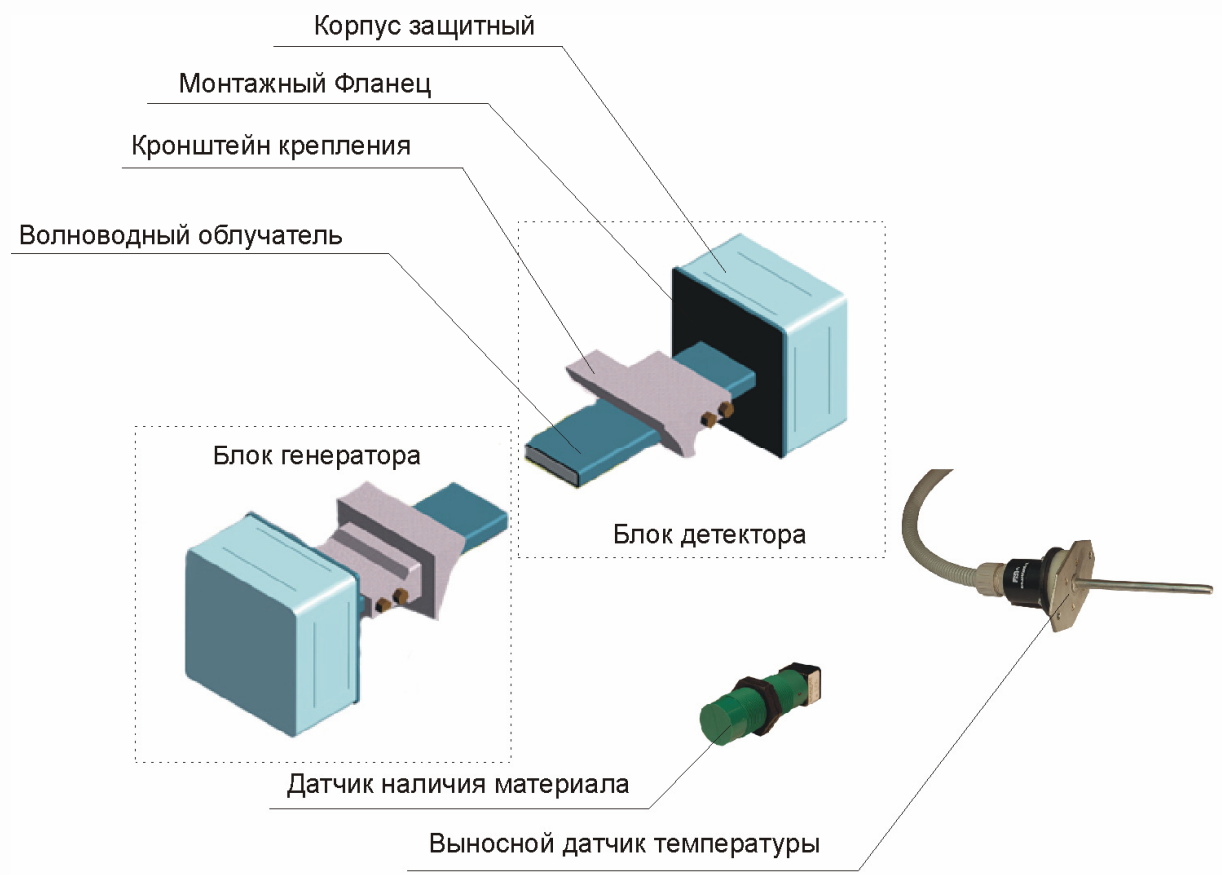

Рис. 1. Внешний вид блока сенсоров влагомера «Микрорадар-113NN»
4.1. Внешний вид и устройство блока сенсоров влагомера «Микрорадар-113NN» приведены на рис. 1.